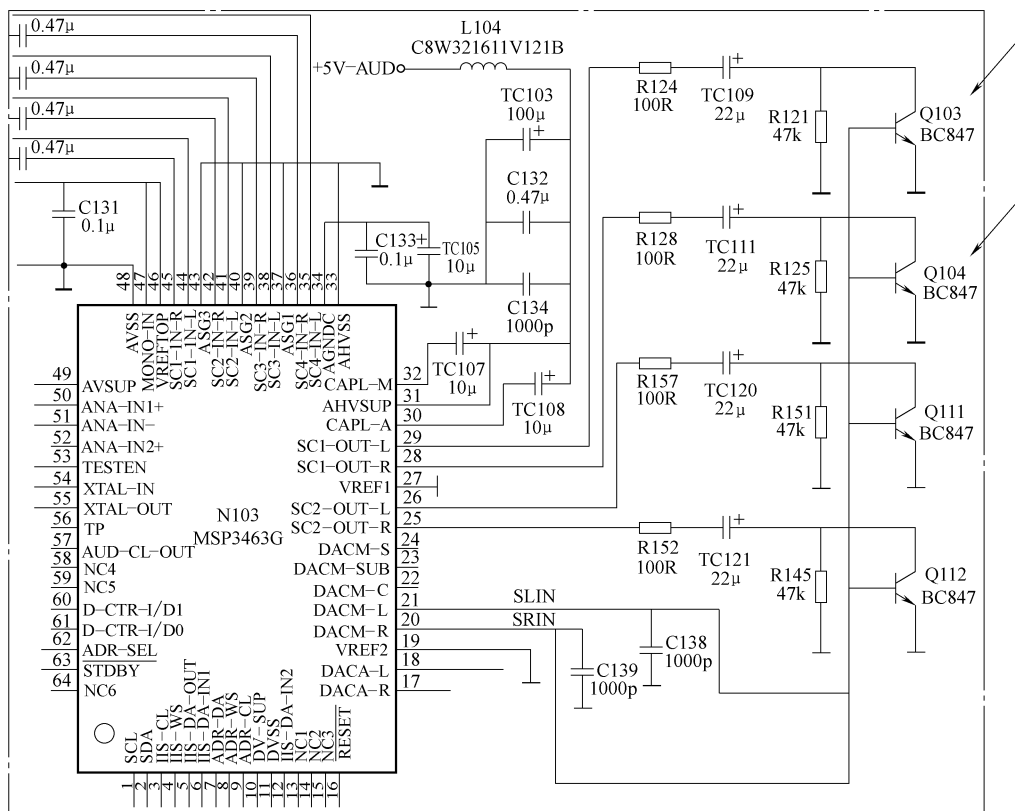

图 5-95 Q103、Q104 相关电路截图
- 1) 由于 XS801 的②脚正常电压为 3.2V 左右，说明开机是高电平，故在①脚 5V 和②脚接一个电阻。
- 3) Q103、Q104 相关电路截图如图 5-95 所示。